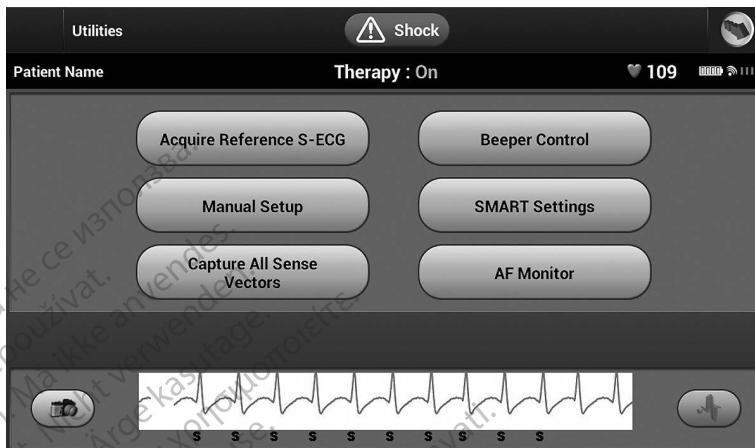

Figura 22: Ecranul de utilități
Este, de asemenea, posibilă captarea de S-ECG-uri corespunzătoare tuturor celor trei vectori de detecție (Principal, Secundar și Alternativ), prin utilizarea butonului Capture All Sense Vectors din ecranul Utilități (Figura 22 la pagina 67).
2. Selectați butonul Utilities. Este afișat ecranul Utilități (Figura 22 la pagina 67).